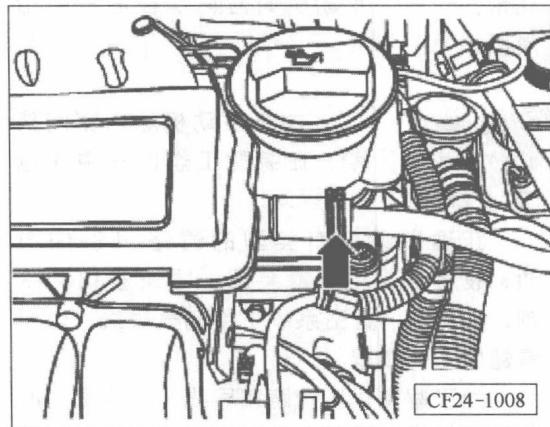

图 2-7 真空管
⑮ 将真空管（箭头）从进气管上拔下，见图 2-7。
⑯ 脱开通往热交换器的水管卡子（箭头）拔出水管，见图 2-7。
⑰ 断开散热器上部水管连接。